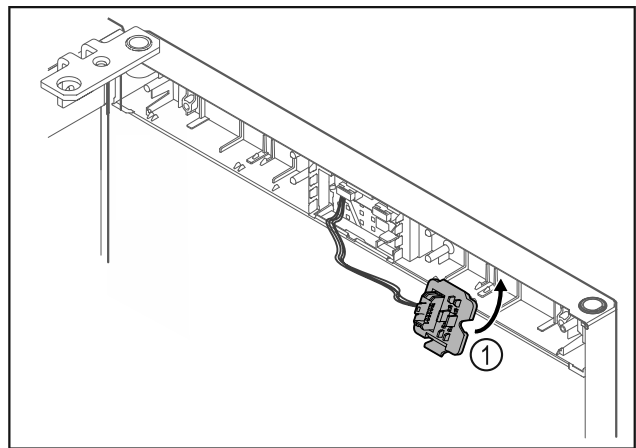

Fig. 19
- ▶ Pattintsa be a dugófoglalatot Fig. 19 (1) az ellenkező oldalon.